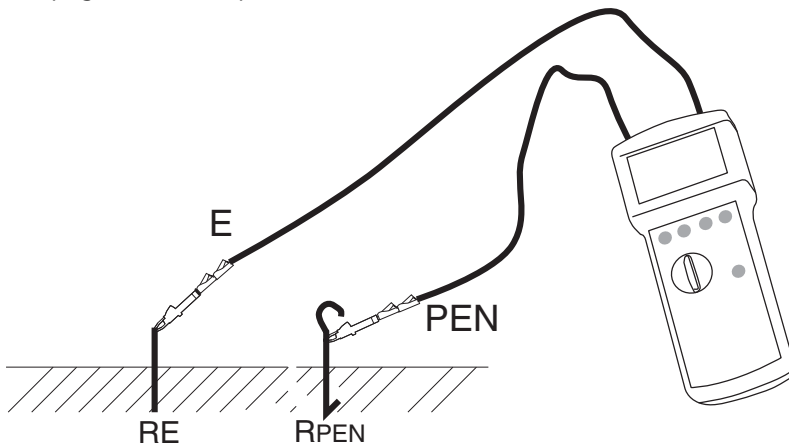

Figura 3: principio di misurazione, misurazione bipolare:
- 1) Collegare il dispersore da misurare con la boccia (E) e il dispersore noto con la boccia (H), si veda anche la figura 3.
- 2) Ruotare il selettore dei tipi di misurazione (13) nella posizione "2 pol".
- 3) Impostare la tensione di contatto voluta con il tasto "UL" (11).
- 4) Se necessario, impostare la selezione manuale della frequenza con il tasto "auto/man" (16) e la frequenza di misurazione con il tasto "f1/f2" (12).
- 5) Premere il tasto "Start" (14).
- Al termine della misurazione, a seconda del risultato è possibile scegliere tra le indicazioni della resistenza di messa a terra e della corrente di misurazione (I_M) con il tasto "Display" (17).